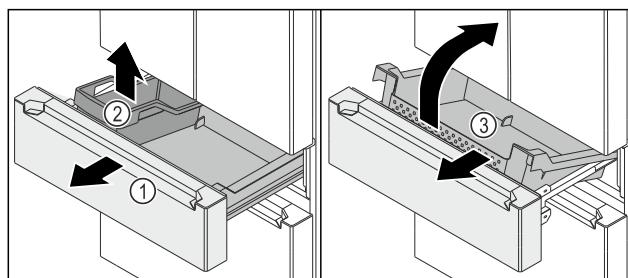

Fig. 149
- Изтеглете изтеглящата се ракла Fig. 149 (1) докрай.
- Извадете FlexBox Fig. 149 (2).
- Повдигнете нагоре съда Fig. 149 (3) отпред.
- Извадете съда Fig. 149 (3) под ъгъл напред.